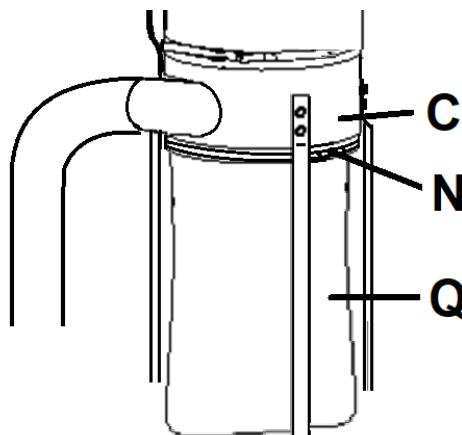

Fig 11
Retourner le sac à copeaux (Q, Fig 11) sur le logement du sac (C).